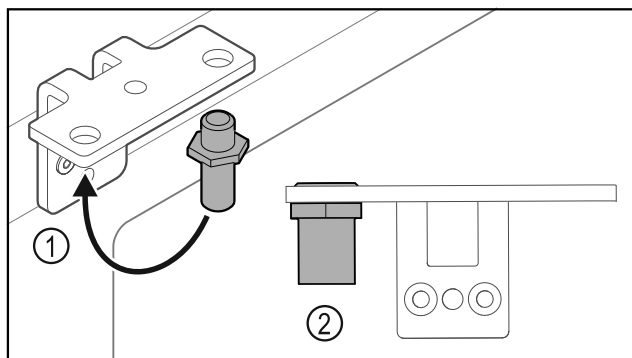

Fig. 26
- Cambiar la posición del perno Fig. 26 (1) en la escuadra de bisagra.
- Apretar el perno Fig. 26 (2) con un **par de 12 Nm**.